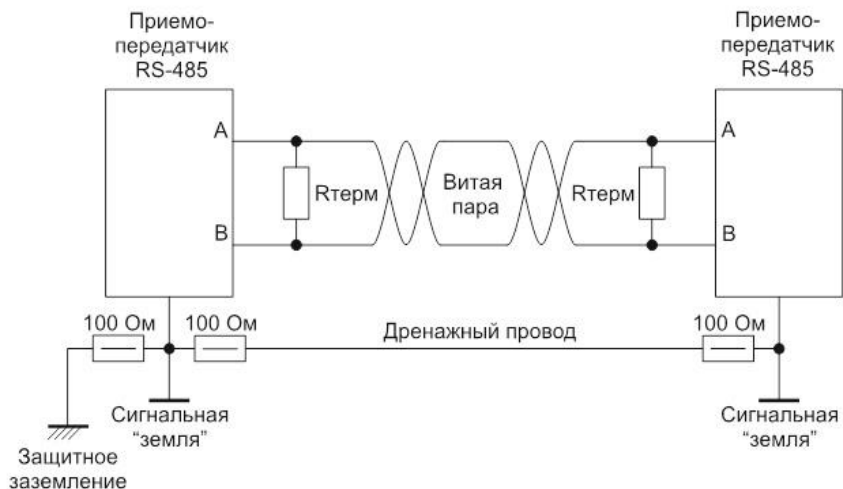

Рис. 9
- 12.2. Если адаптеры разнесены более чем на 15 м друг от друга, или поблизости есть мощные излучатели электромагнитных волн (Мощные пускатели, силовые провода) необходимо использовать схему Рис. 9 с тремя проводами А, В и проводом выравнивания потенциалов, и соблюдать следующие рекомендации: